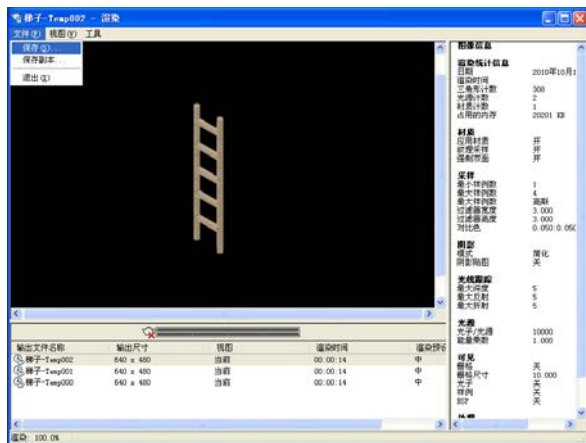

图 12.31 在【渲染】窗口中选择【保存】命令
(2) 渲染完后, 在【渲染】窗口选择【文件】/【保存】命令, 如图 12.31 所示。
(3) 在弹出的【渲染输出文件】对话框中, 为输出图像输入名称和选择文件格式为 BMP, 单击【保存】按钮后在弹出的【BMP 图像选项】对话框中, 单击【确定】按钮, 即完成保存【渲染】窗口渲染的操作。